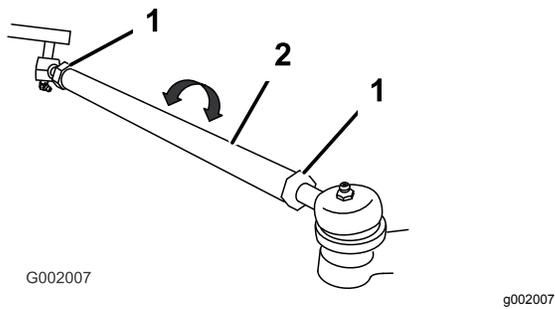

图 34
- 如果测量值超出规定的范围、请松开横拉杆两端的锁紧螺母 图 34。